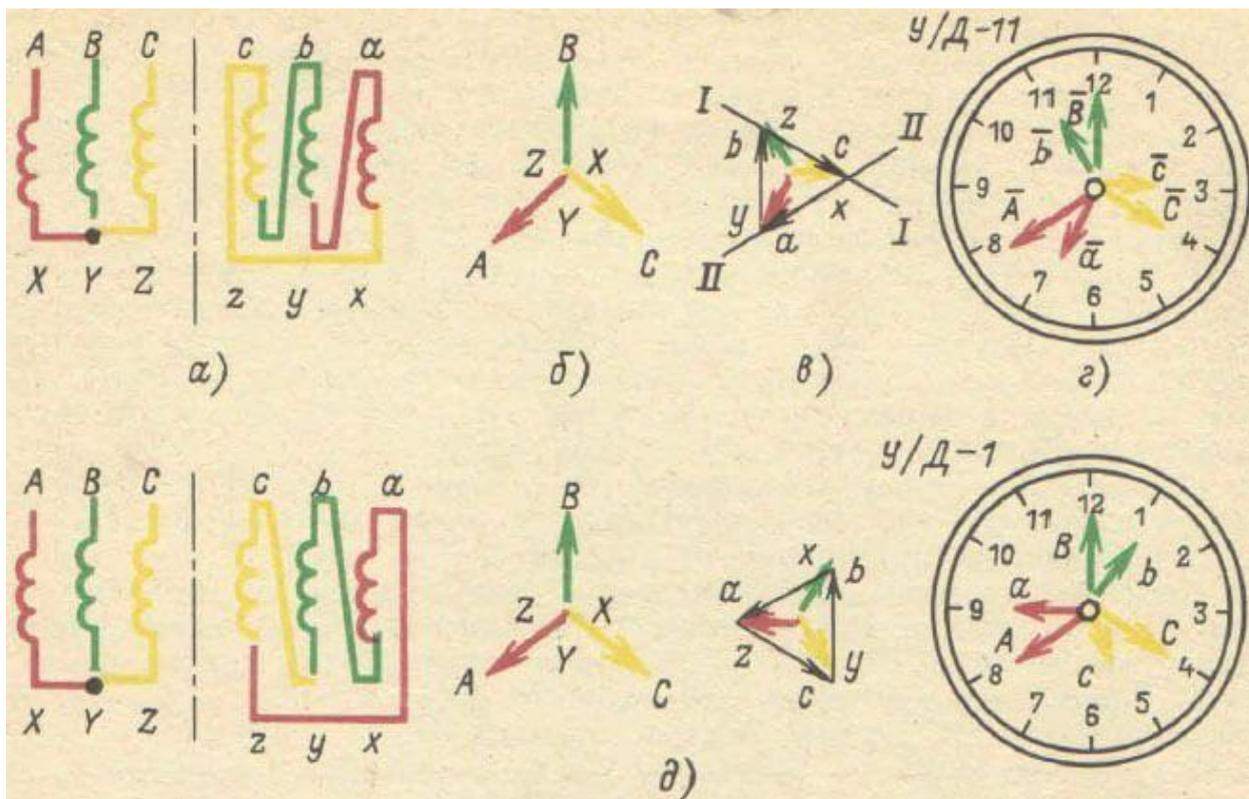

Рисунок 10. Примеры определения группы соединения при включении обмотки НН в треугольник
3. Построим векторные диаграммы для схемы на рисунке 10, а с одинаково намотанными обмотками, если обмотка НН соединена в треугольник. Векторная диаграмма обмотки ВН (рисунок 10, б) имеет такой же вид, как на рисунке 9, б так как она также определяется **первичной**
сетью. Параллельно вектору BY строим вектор by , направляя его в ту же сторону (рисунок 10, в). Затем, видя по схеме, что вывод b соединен с